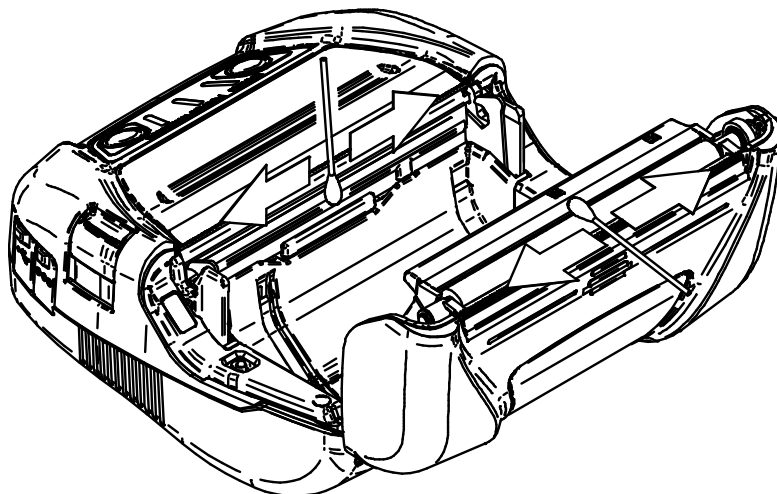

Figura 18-1 Limpeza da cabeça térmica/cilindro
- (3) Abrir a tampa do papel.
- (4) Limpar a cabeça térmica, o cilindro ou os pés de borracha com um cotonete humedecido com uma pequena quantidade de álcool etílico. (Ver a Figura 18-1.)